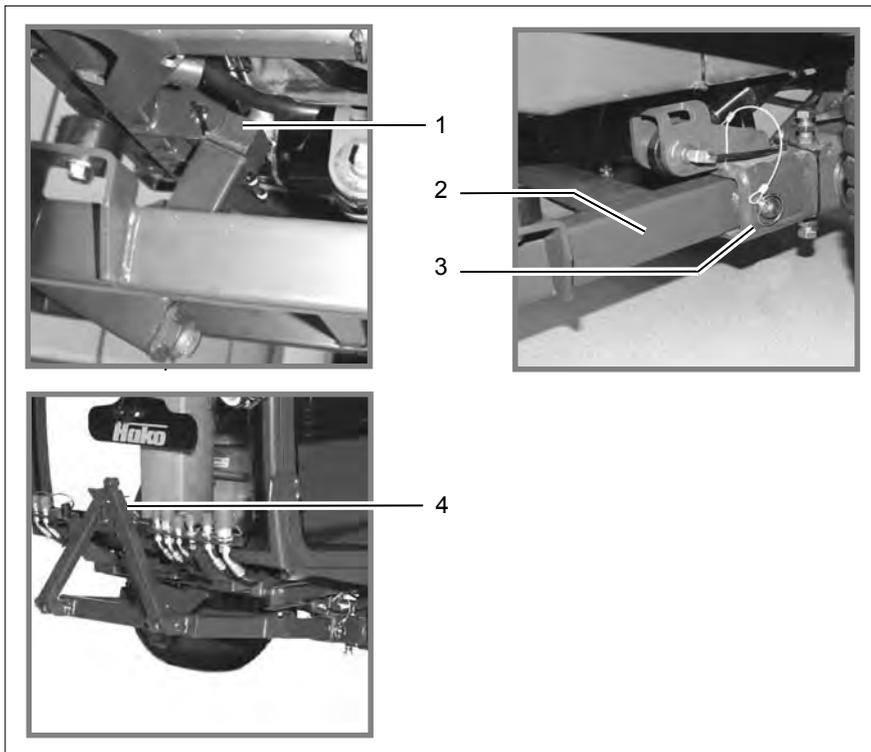

Fig. 41
- Accrocher le bras supérieur (Fig. 41/1) dans le châssis du véhicule et le bloquer avec des boulons de verrouillage et des goupilles de retenue.
- Introduire le cadre (Fig. 41/2) du triangle d'attelage frontal dans les logements (Fig. 41/3) et le bloquer avec des boulons de verrouillage et des goupilles de retenue.
- Accrocher le bras supérieur dans le triangle d'attelage (Fig. 41/4) et le bloquer avec des boulons de verrouillage et des goupilles de retenue.